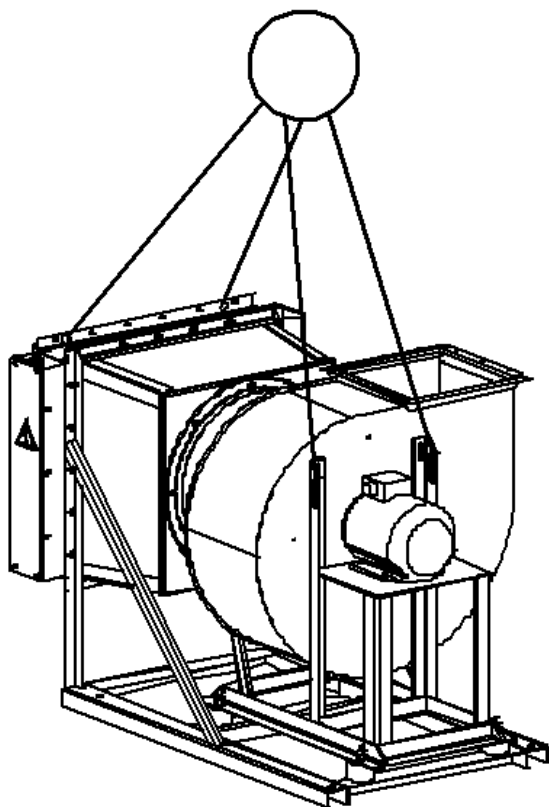

Рисунок 3
10.4 При транспортировании по территории предприятия - потребителя, погрузке, разгрузке и монтаже строповку производить за специальные отверстия (смотри рис. 3).